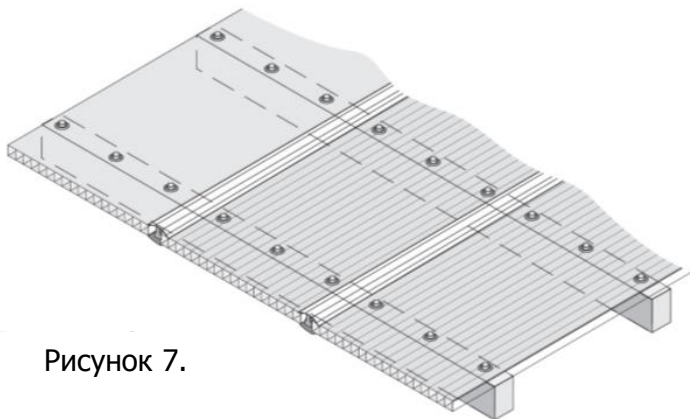

Рисунок 7.
2. Метод «Мокрый» : оба канала соединительного профиля заполняются наполовину силиконом, после этого производится установка листов внутрь профиля. Такой метод может лучше защитить от атмосферных воздействий, чем «Сухой», но очень трудно устанавливать правильно и соблюдать чистоту (Рисунок 7).